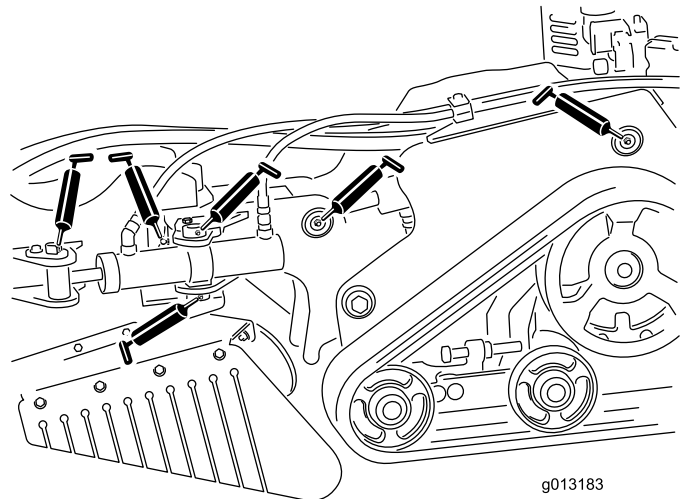
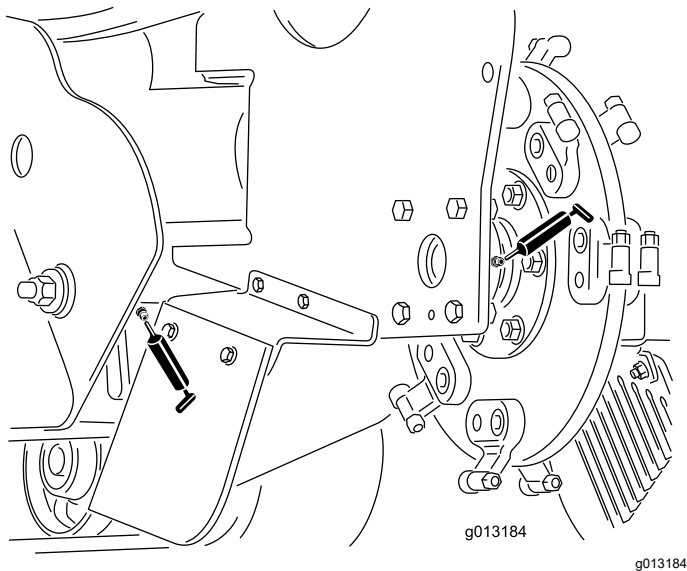

Figura 25
Figura 26
4. Ligue uma pistola de lubrificação ao encaixe (Figura 25 e Figura 26).